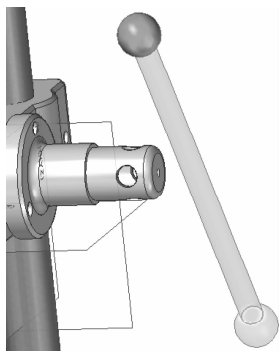

图 8-232 放置第 11 个零件
(1) 单击【主页】选项卡中的  【插入部件】按钮，在左侧弹出的【备选装配】对话框中选择【HANDLE BRACKET】零件。按住鼠标左键将其拖动至绘图区域，在如图 8-232 所示的位置处松开鼠标左键，即可把零件放置到当前位置。